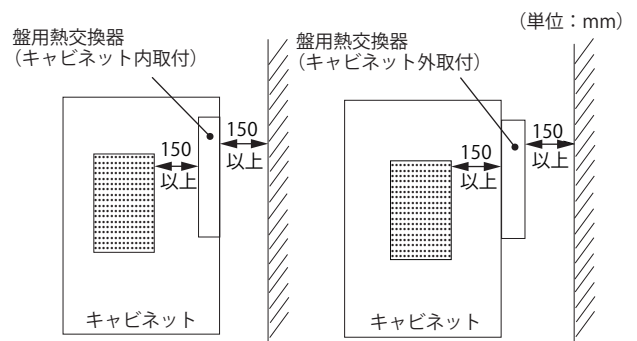

図 1 障害物からの距離
- ・吸気口および排気口の通風を妨げたり塞がないよう、また、排気が直接本製品吸気口に流入しないように取付位置に注意してください。能力低下の原因になります。障害物からの距離を 150mm 以上離すことをおすすめします。(図 1)